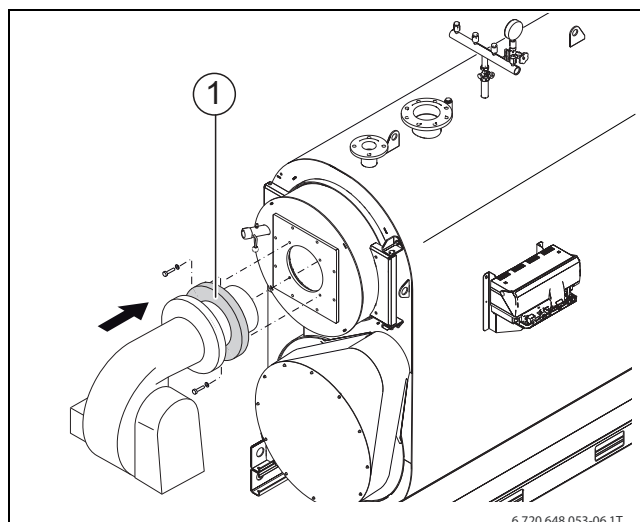

Рис. 20 Установка уплотнения
- ▶ Наденьте уплотнение на трубу горелки (→ рис. 20, [1], стр. 23).